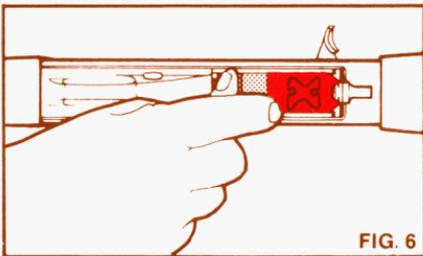

FIG. 6
**LOADING THE MAGAZINE** — 1. With the safety in the “on” position and the action closed, push the shot shell upwards against the carrier and forward into the magazine (Figure 6). There will be a “click” as the cutoff (the part that holds the shell in the magazine tube) snaps into position.
1. Avec le cran de sûreté en position “on”, et la culasse fermée, poussez la cartouche vers l’avant dans le tube du magasin (Fig. 6). Vous entendrez un déclic causé par l’arrêtoir qui maintient la cartouche dans le tube du magasin.
1. Achten Sie darauf, dass die Waffe gesichert und der Verschlussbolzen in der vorderen, geschlossenen Position ist. Schieben Sie eine Patrone unterhalb des Systemkastens gegen den Zubringer und gleichzeitig nach vorn in das Magazin (Abb. 6).
1. Con el seguro en la posición “on” y la acción cerrada, empuje el cartucho hacia arriba contra la teja y hacia adelante dentro del cargador (Fig. 6).